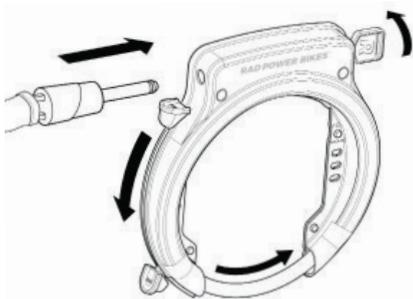

Abbildung 12: Montieren der Sicherheitskette und Verriegeln des Bügels
- Drehen Sie den Schlüssel im Uhrzeigersinn und drücken Sie den Daumenhebel in Richtung der Diebstahlschutzauslösung, bis der Bügel in der vollständig geschlossenen Position einrastet (Abbildung 12). Drehen Sie dann den Schlüssel gegen den Uhrzeigersinn, um den Bügel in dieser Position zu verriegeln. Stellen Sie sicher, dass der Bügel keine Speichen oder die Felge des Rads berührt. Überprüfen Sie, ob das Fahrrad sicher abgeschlossen ist. Ziehen Sie den Schlüssel ab.